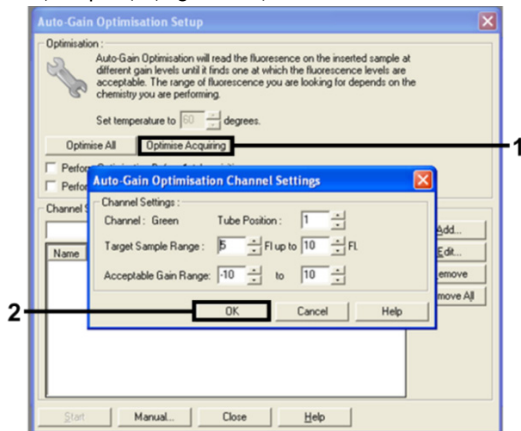

Figura 11. Optimización de la ganancia automática para el canal Green.
13. Haga clic en Optimise Acquiring (Optimizar adquisición). Para cada canal, se muestra la configuración de canal. Acepte los valores predeterminados para ambos canales haciendo clic en OK (Aceptar). (Figura 11).